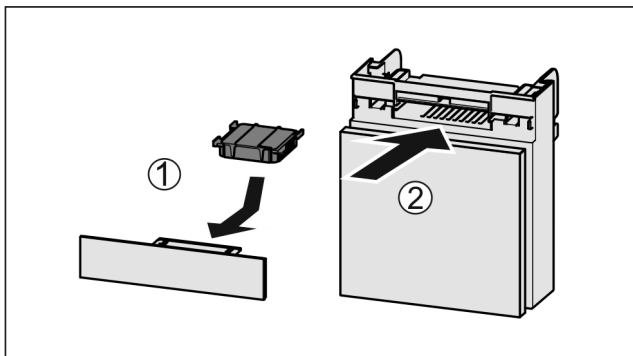

Fig. 190
- ▶ Filtr s aktivním uhlím vložte podle vyobrazení Fig. 190 (1).
- ▶ Zásuvku zasuvte Fig. 190 (2).